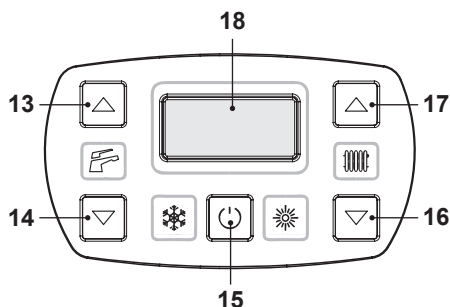

Figura 2.3
- Tenere premuto per 2 secondi il tasto 15 fino a far apparire sul display entrambe i simboli  e , Figura 2.3.